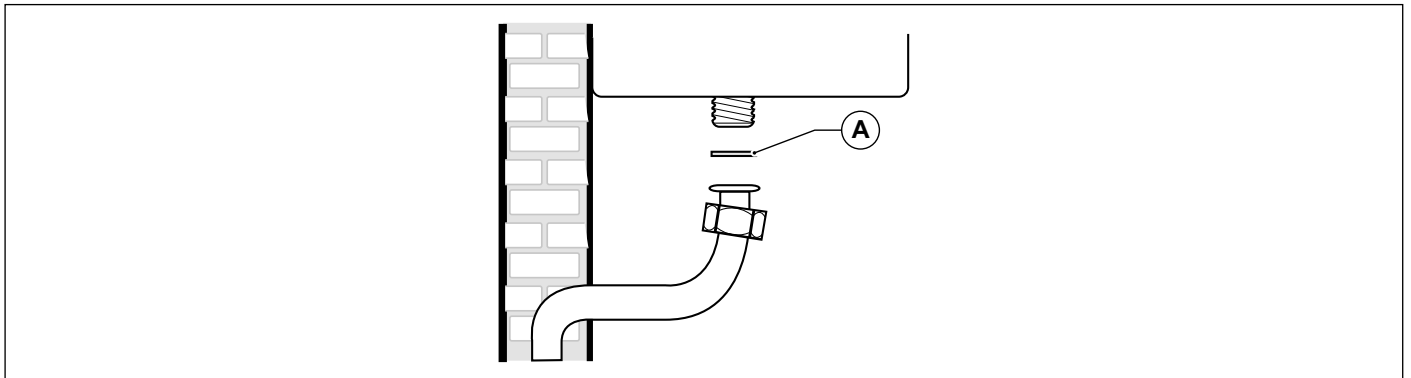

Fig. 19 Allacciamento alla rete del gas
E' OBBLIGATORIO, per collegare l'attacco gas della caldaia alla tubazione di alimentazione, interporre una guarnizione (A) a battuta di misure e materiali adeguati (vedi Fig. 19 Allacciamento alla rete del gas).